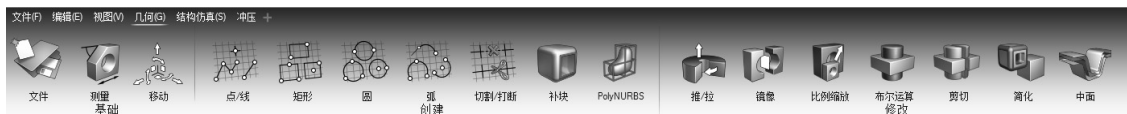

图 2-1
- 2) 应用程序顶端的功能区包含了 solidThinking Inspire 中可用的所有工具，如图 2-1 所示。